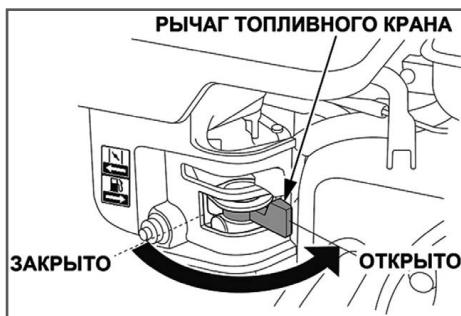

Рис. 10 Топливный кран открыт
- Откройте топливный кран. Для этого рычаг топливного крана (Рис. 10) установите в крайнее правое положение.